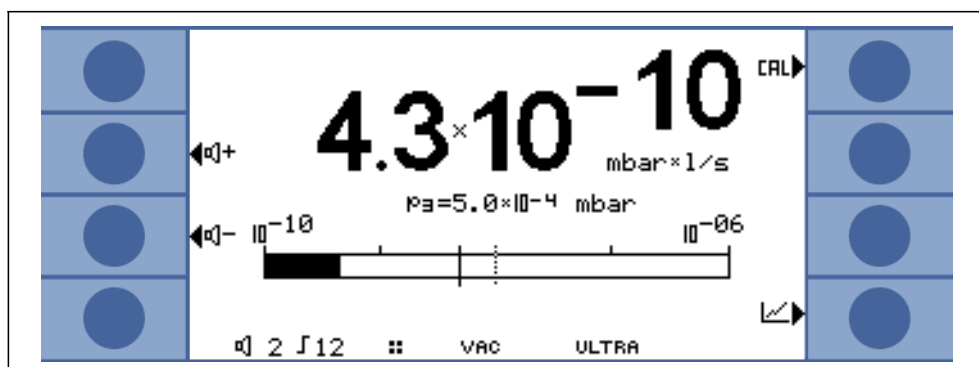

Рис. 5-1: Вид экрана в режиме измерения
Когда давление уменьшится до значения 15 мбар (11 торр или 1500 Па), прибор переключится в режим измерения. На экране будет отображаться значение соответствующей интенсивности течи. Дополнительные сведения о данных, отображаемых на экране, см. на рис. 5-1.
- Численно, в сочетании с гистограммой (рис. 5-1)
Интенсивность течи отображается большими цифрами на экране, см. рис. 5-1. Кроме этого отображается единица измерения интенсивности течи. Ниже значения интенсивности течи отображается значение давления на входе меньшими по размеру цифрами. Единицы измерения интенсивности течи и давления можно выбрать в меню (см. подраздел 6.4.4 «Единицы измерения»).